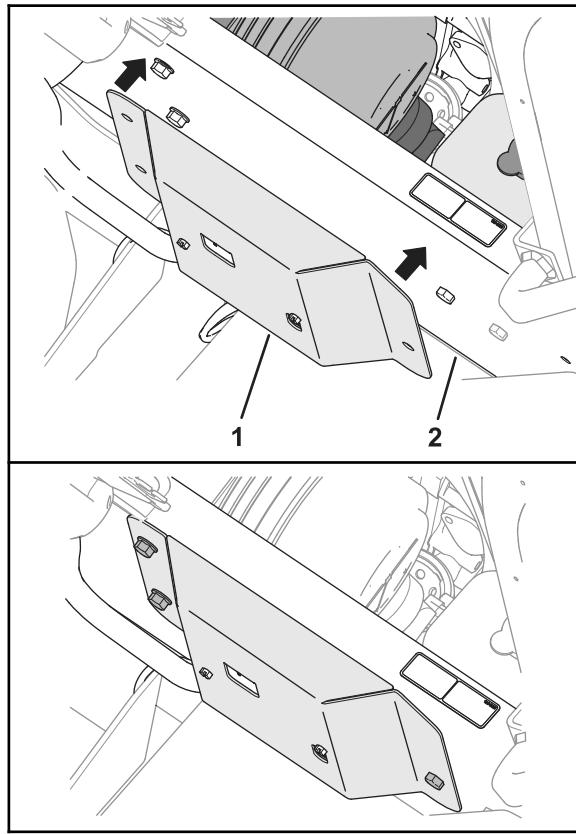

Figura 93
3. Alinee el soporte del módem con el panel derecho de la caja del asiento (Figura 93).
Alinee el soporte del módem con el panel derecho de la caja del asiento, encima de las cabezas de los pernos, y sujetelo con los imanes (Figura 93).